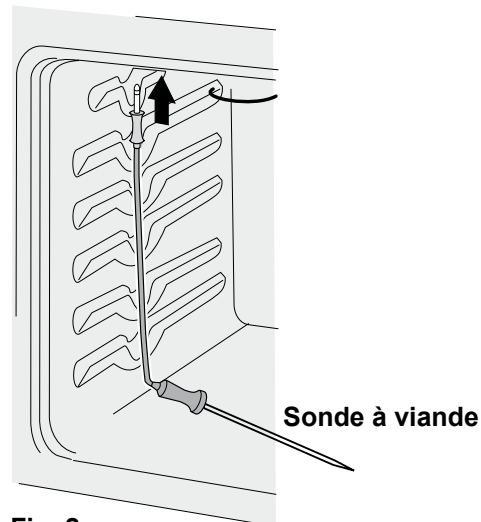

Fig. 2
- Assurez-vous que la sonde est **bien** assise dans son logement. La sonde ne fonctionnera pas correctement si elle n'est pas bien insérée Fig.2.
2. Branchez la sonde COMPLÈTEMENT dans la prise réservée à cette dernière à l'intérieur du four (p. 30, fig. 2) et fermez la porte du four.